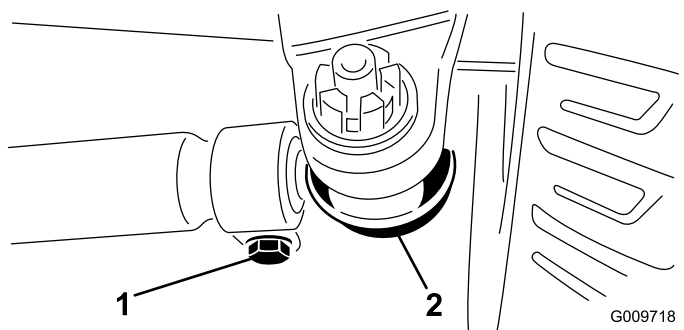

Figura 115
3. Para ajustar, retire la chaveta y la tuerca de cualquiera de las articulaciones esféricas de la biela (Figura 115). Retire la rótula de la biela del soporte del cojinete del eje.
4. Afloje las abrazaderas en ambos extremos de las bielas (Figura 115).